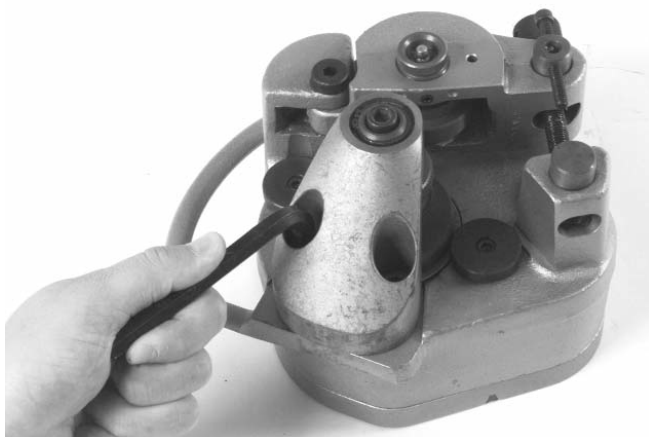

Figura 12 – Instalación del rodillo de accionamiento
7. Si instalará rodillos de accionamiento para tubos de 4 a 6 pulgs. Tipo 40, ó de 8 a 12 pulgs. del Tipo 10, coloque los tornillos contra el alojamiento y apriételos con una llave hexagonal de $\frac{3}{8}$ pulg. (Figura 12).